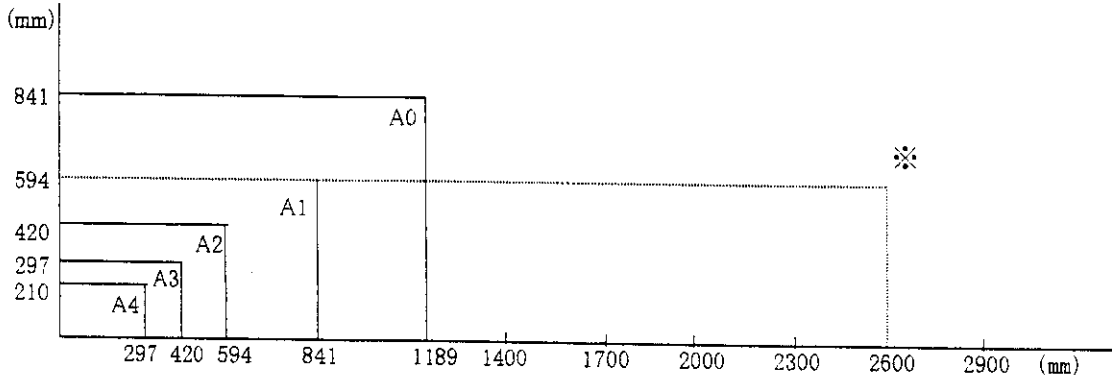

図 3 例 図
2.3.7 図面の大きさ 図面の大きさは、図面紙の仕上り寸法でJIS P 0138（紙加工仕上寸法）のA列に準じ、表2及び図3に示す記号及び特寸法をもって表すものとする。